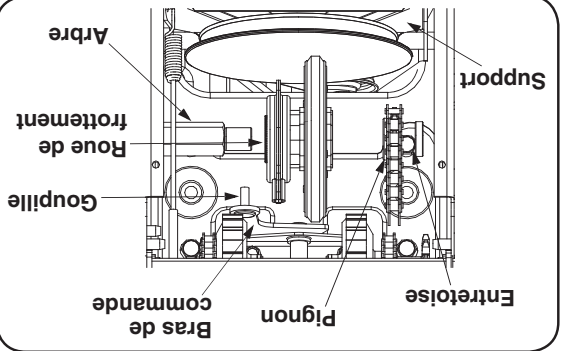

Figure 6-10
- Déplacez l'arbre vers la droite et dégagez la roue de frottement de l'arbre. Voir la Figure 6-10.
- Faites glisser le nouvel ensemble de la roue de frottement sur la goupille du mécanisme de changement de vitesse, comme à la Figure 6-10, et poussez l'arbre de transmission à travers l'ensemble. Remontez dans l'ordre inverse.